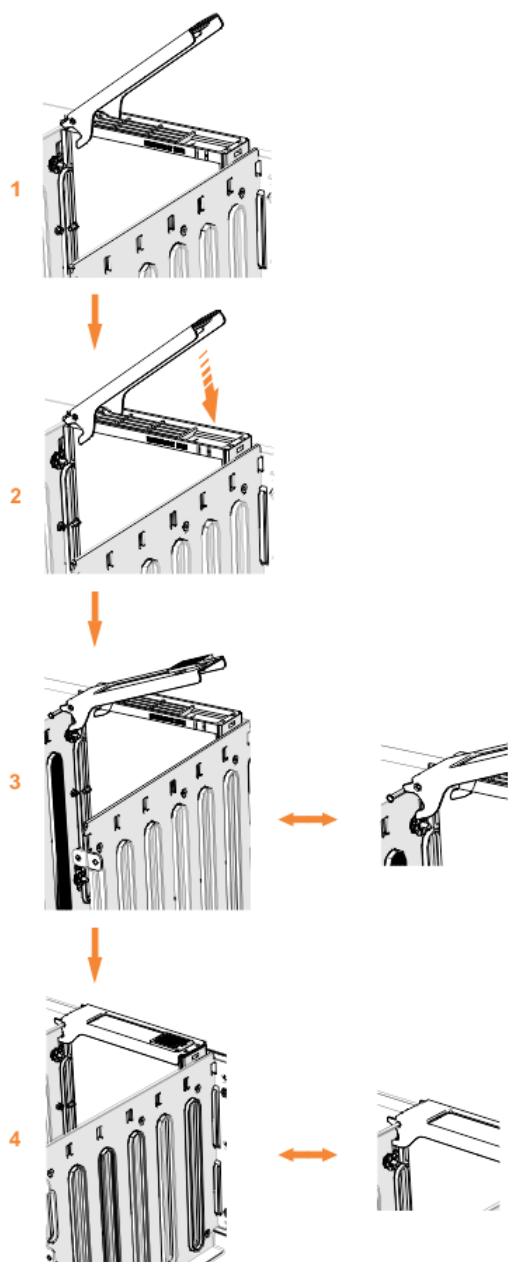

Рисунок 85. Замена накопителя
5. Убедитесь, что ручка накопителя (1 на Рисунок 85 на стр. 73) находится в открытом положении.
7. Аккуратно вставьте накопитель вниз до упора, нижняя часть защелки совместится со стенкой. Убедитесь, что рычажок повернут не более чем на 45 градусов относительно контейнера накопителя. (2 на Рисунок 85 на стр. 73).
8. Поверните ручку вниз, чтобы зафиксировать накопитель на шасси (3 на Рисунок 85 на стр. 73).
10. Верхняя кромка также должна быть полностью установлена (4 на Рисунок 85 на стр. 73).